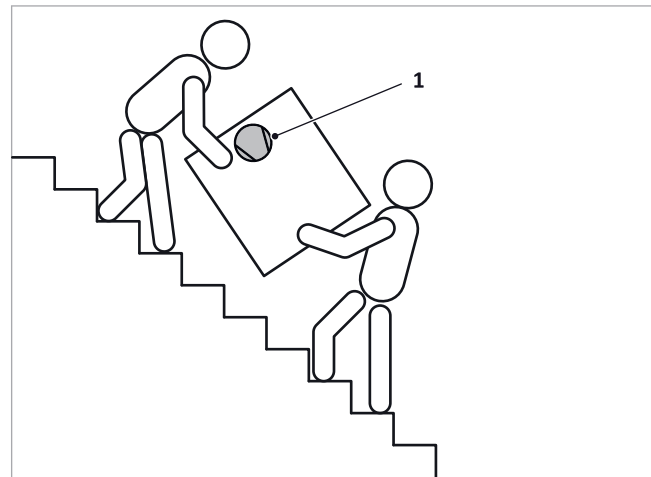

Abb. 9: Transport auf der Treppe
- Wenn das Gerät beim Transport angekippt werden muss, darf dies nur kurzzeitig über eine der Längsseiten geschehen, der Verdichter, siehe → *Abb. 9 (1)*, soll sich dabei stets oben befinden